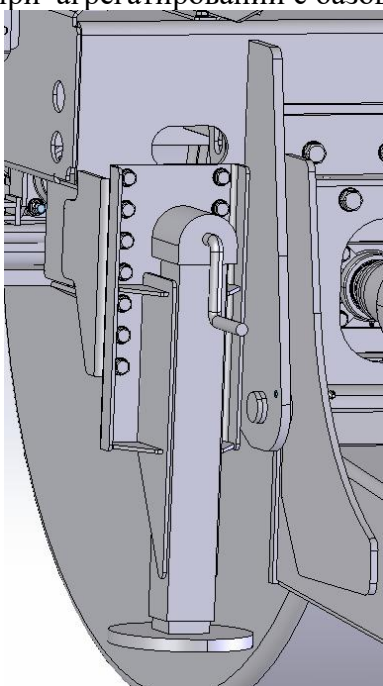

Рисунок 18 – Опорная нога (механическая)
2.16 Разбрасыватель оборудован опорной ногой механической. Опорная нога разбрасывателя (Рисунок 18) позволяет поднимать ли опускать переднюю часть разбрасывателя при агрегатировании с базовым трактором и при установке разбрасывателя на стоянку.